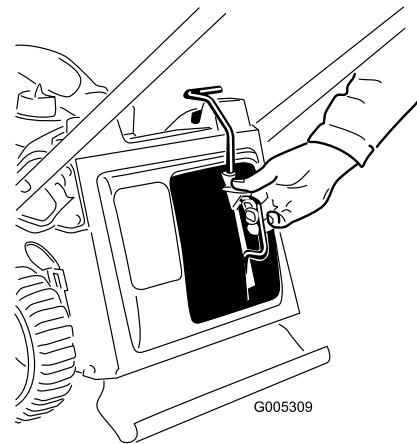

Figure 8
2. Appuyez sur le bouton du levier avec le pouce et insérez complètement l'obturateur de broyage dans l'ouverture (Figure 8).